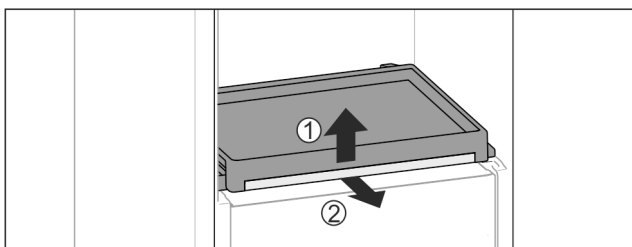

Fig. 111
- ▶ Ta ut uttreksbordet med glassplaten: Løft glassplaten lett foran Fig. 111 (1) og trekk frem og ut Fig. 111 (2).